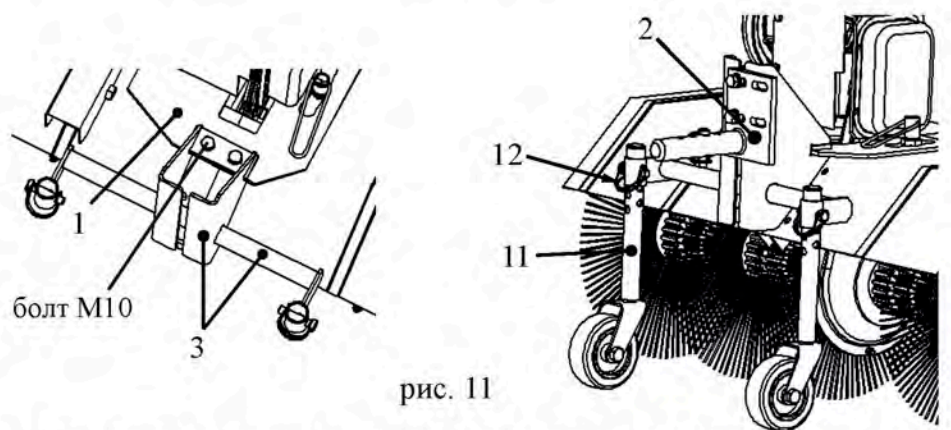

рис. 11
3. Установить кронштейн (3) на основание (1) и закрепить с помощью двух болтов М10 через пружинную шайбу. Во втулки кронштейна вставить колесные опоры 11 и зафиксировать через верхнее отверстие колесной опоры стопором 12 (рис. 11).